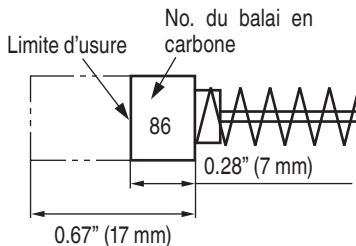

Fig. 10
5. Contrôle des balais en carbone (Fig. 10)
Utiliser le balai en carbone HITACHI No. 86 indiqué sur la Fig. 10.